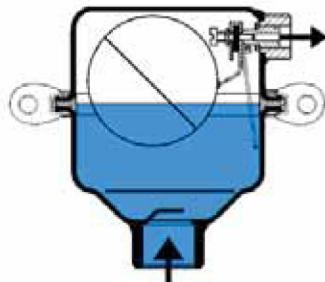

Рис. 1
1. Воздухоотводчики постоянного действия предназначены для удаления газов из жидкостных систем, образующихся в процессе нормальной работы системы. Как правило, это растворённый или испарившийся газ. При отсутствии газа клапан воздухоотводчика удерживается в закрытом положении посредством поплавкового механизма. При всплытии газа и снижении уровня жидкости, поплавок опускается, открывает клапан и выпускает воздух из системы (рис.1). При понижении давления до атмосферного и снижении уровня жидкости воздухоотводчик работает в режиме запуска воздуха. Этого можно избежать установкой обратного клапана. Некоторые типы воздухоотводчиков могут быть оборудованы встроенными обратными клапанами. Пример воздухоотводчика постоянного действия – EB1.12.